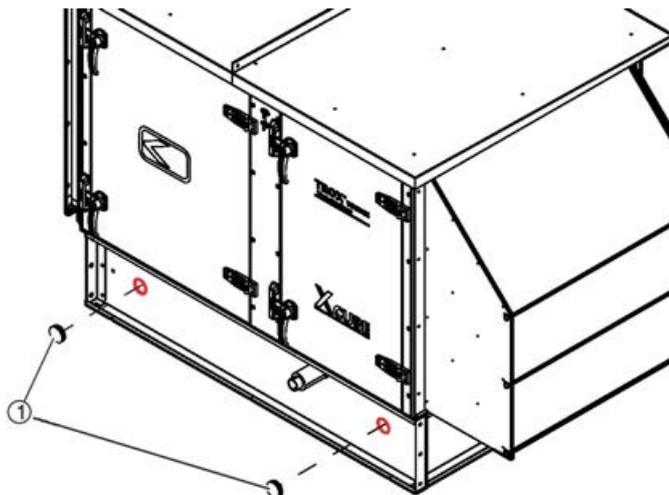

Abb. 26: Stopfen montieren
- ▶ Mit den mitgelieferten Stopfen (Abb. 26 /1) die Transportöffnungen im Gerätegrundrahmen des RLT-Geräts schließen.